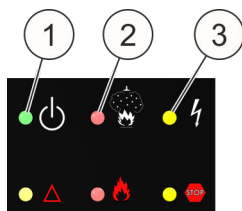

Fig. 51: Bloqueo
- El LED superior amarillo (Fig. 51/2) se ilumina.
Si se abre una puerta equipada con interruptor de contacto de puerta, se ilumina además el LED inferior amarillo (Fig. 51/3).
- Antes de anular el bloqueo asegurarse de que el LED superior rojo (Fig. 51/1) **no** está encendido, puesto que de lo contrario el proceso de extinción se iniciará de inmediato.